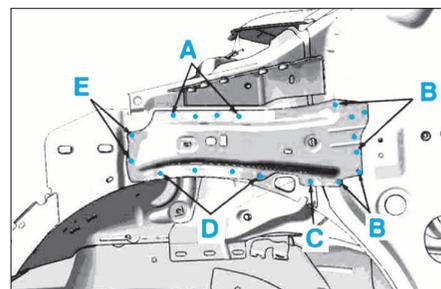

FIG. 14
• Déposer le renfort de joue d'aile AV en A,B,C,D et E (Fig.14).